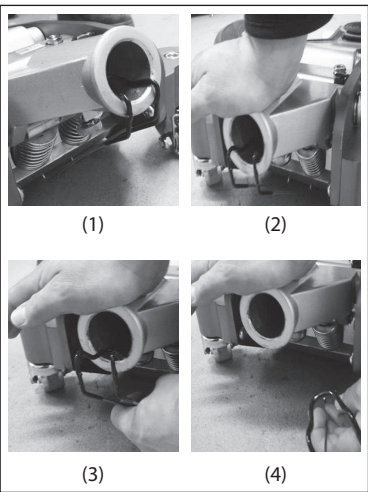

Fig. 02
- Entfernen Sie die Transportsicherung an der Hebelaufnahme. (Fig.02). Drücken Sie hierfür die Hebelaufnahme nach unten (1/2) und entnehmen Sie die Sicherung (3/4).